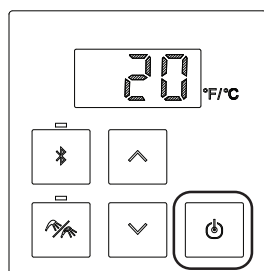

Fig. 2
3. Si no es necesario cambiar el gas de suministro, pulsar el botón '**On/Off**' para confirmar que el G20 es el gas de suministro (Fig. 2). Si necesita cambiar el gas de suministro, consulte el siguiente paso.